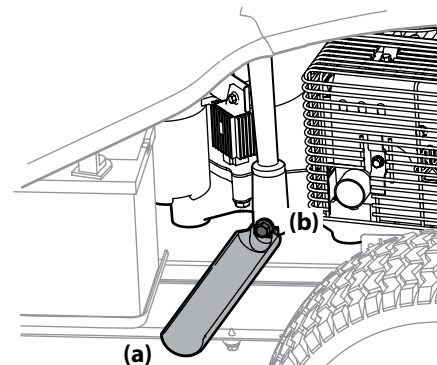

Figura 4-4
4. Encaje a presión el extremo pequeño del manguito de drenaje de aceite (a) en el espacio previsto alrededor del tapón de drenaje de aceite (b). Consulte la Figura 4-4.